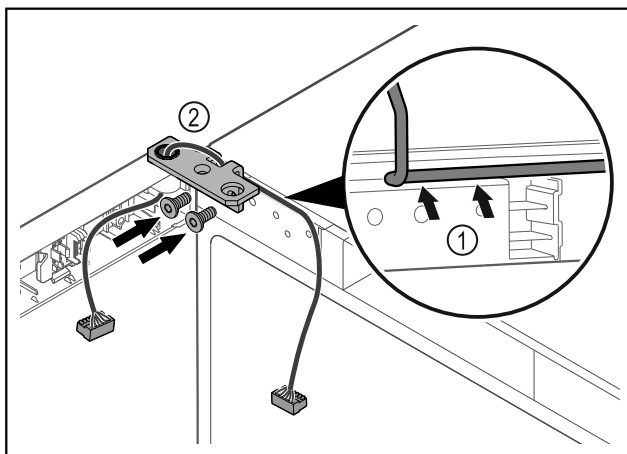

Fig. 48
- ▶ Kabel door de uitsparing van de scharnierhoek leiden en voorzichtig monteren Fig. 48 (1).
- ▶ Scharnierhoek Fig. 48 (2) vastschroeven.